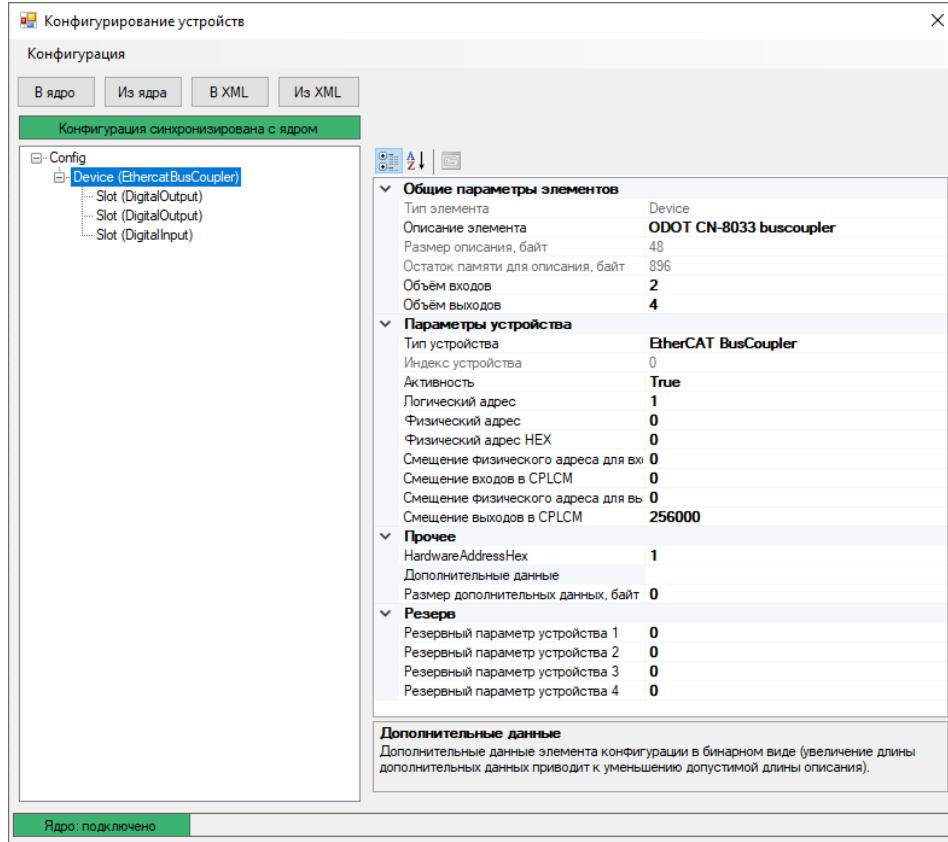

Рисунок 55 – Конфигурация устройства для интерфейсного модуля ODOT CN-8033
- создать в конфигураторе устройство, соответствующее интерфейсному модулю ODOT CN-8033 (Рисунок 55) и задать необходимые параметры: